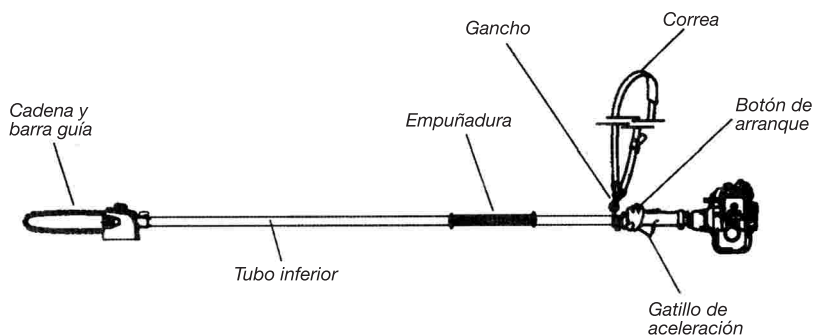

Imagen 15
2. Siga la sección Montaje de las secciones de los tubos para montar la caja de engranajes sobre el tubo inferior. Ver Imagen 15.